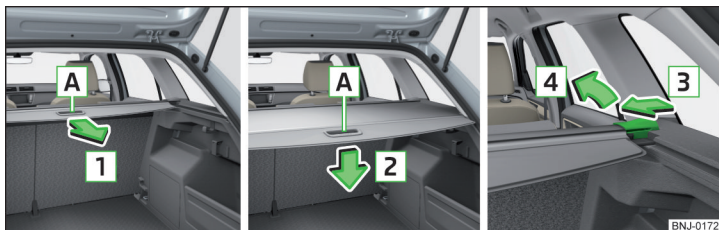

Abb. 97 Aufrollbare Abdeckung: herausziehen / aufrollen / herausnehmen
- Zum **Herausziehen** die Abdeckung am Griff **A** fassen und in Pfeilrichtung **1** bis zum Anschlag herausziehen, bis diese hörbar einrastet » Abb. 97.
- Zum **Einbauen** die aufrollbare Gepäckraumabdeckung herausnehmen » Abb. 97 auf Seite 82 oder die Rücksitzlehnen vorklappen » Seite 65.